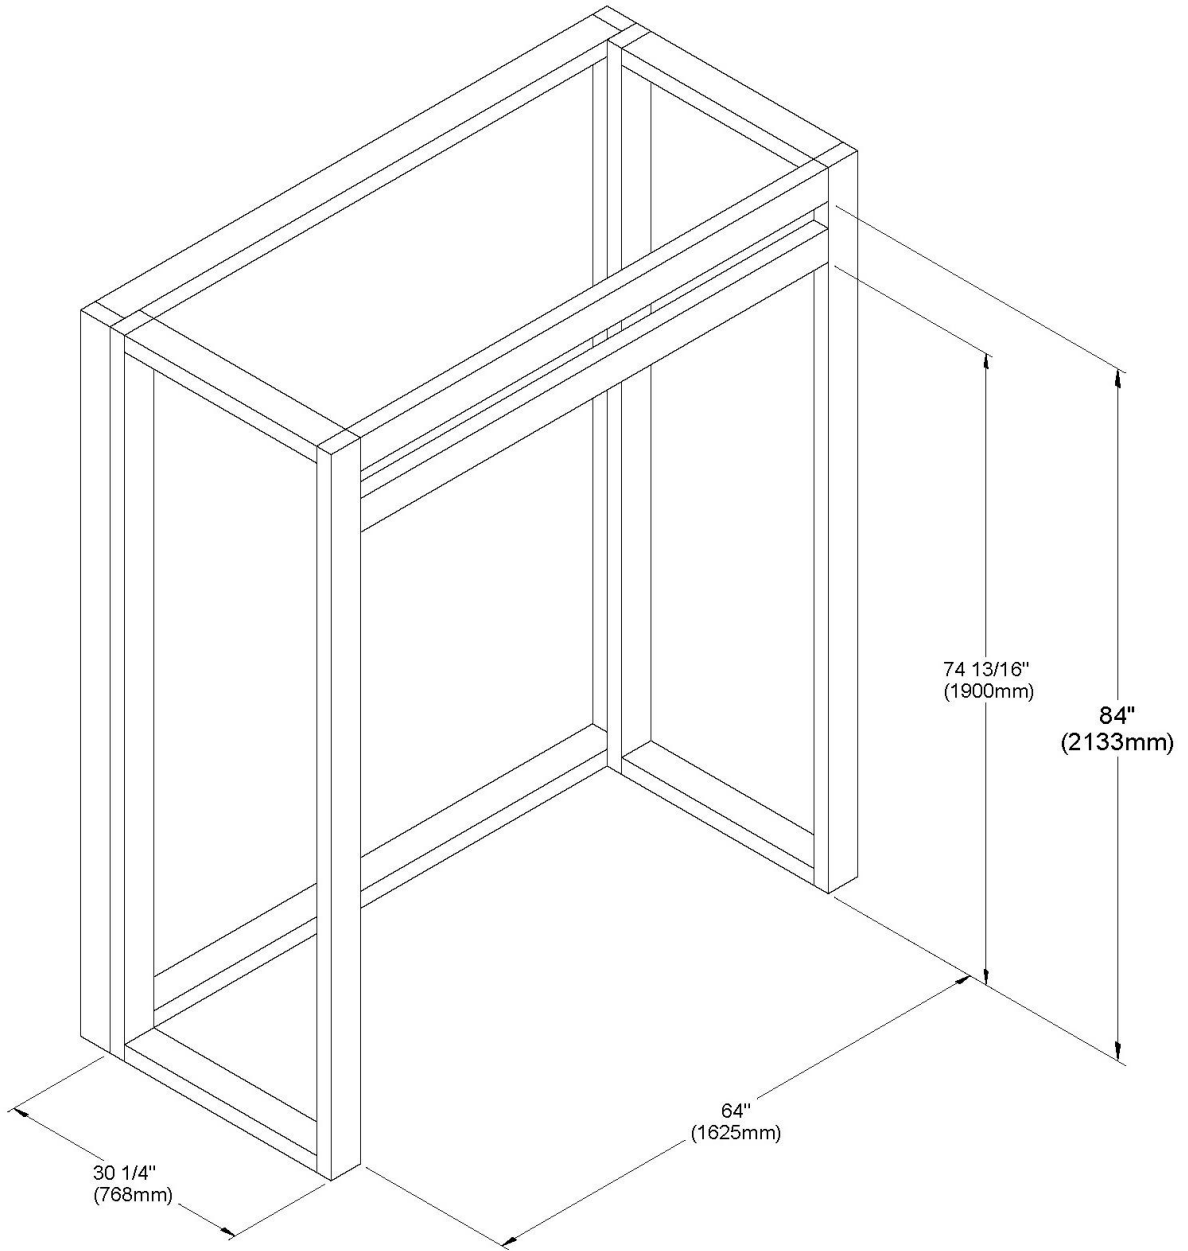
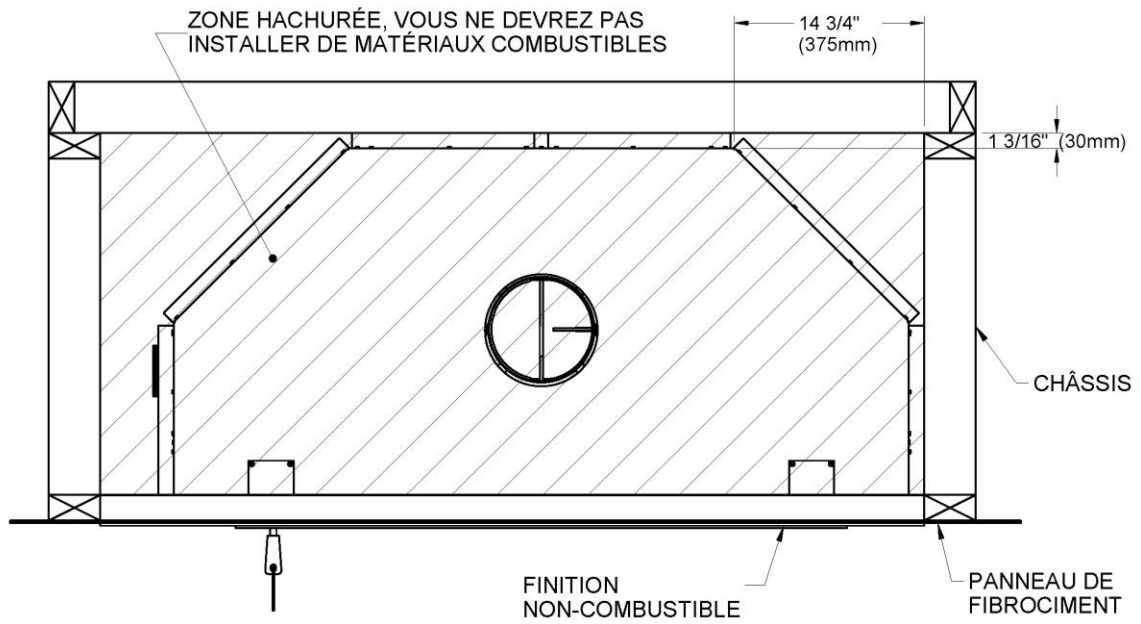

Figure 11
Figure 12
B. Construisez le châssis du foyer à l'aide de montants verticaux placés sur les côtés du foyer, allant du plancher au plafond (voir **Figure 11**). Reculez un peu les montants par rapport au rebord frontal du foyer d'un espace équivalent à l'épaisseur du matériau de finition, pour que celui-ci soit à ras de la finition du foyer (en tenant compte des limites de la **Figure 12**). Posez les entretoises entre les montants verticaux seulement de la façon suivante :